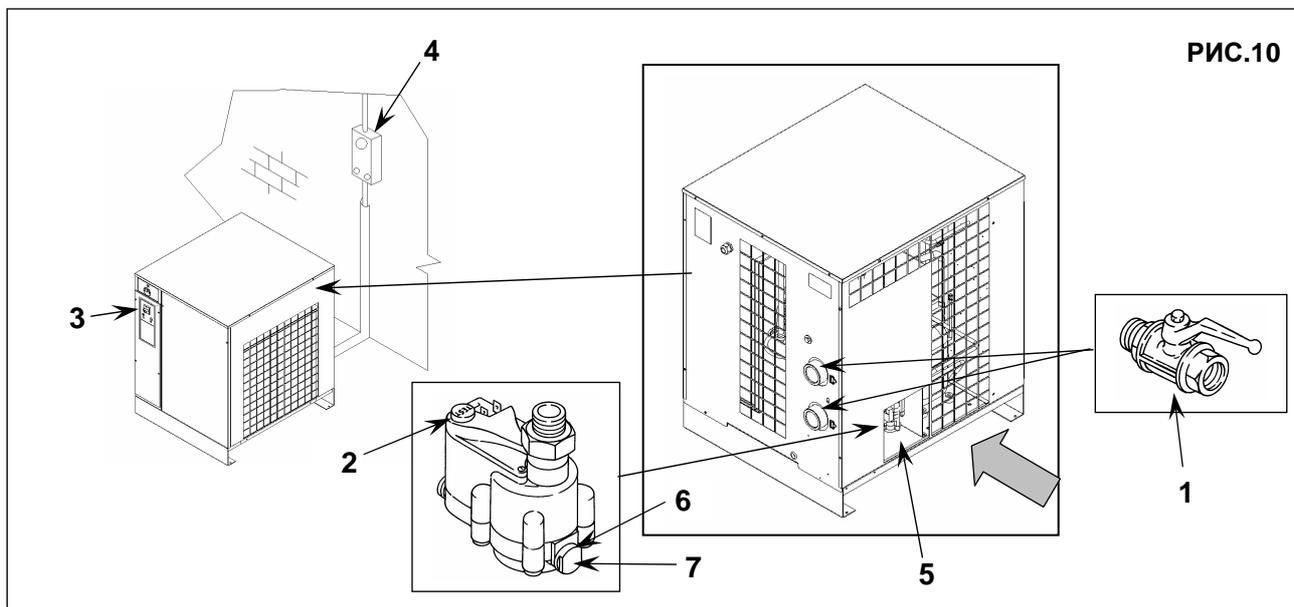

РИС.10
## 15.2 ОЧИСТКА ВЫПУСКНОГО ФИЛЬТРА АВТОМАТИЧЕСКОГО КОНДЕНСАТОРА (Рис. 10)
- Закройте кран 1 (рис. 10).
- Сбросьте давление в осушителе, нажав кнопку TEST дренажа конденсата, расположенную на водоотводчике 2 (рис. 10).
- Выключите машину кнопкой 3 (рис. 10).
- Включите автоматический дифференциальный выключатель подачи 4 (рис. 10).
**15.3 ОЧИСТКА КОНДЕНСАТОРА (Рис. 10)**
- Снимите панели 5 (рис. 10).
- Очистите ребра конденсатора 1 сжатым воздухом (рис. 10). **НЕ ПРИМЕНЯЙТЕ ВОДУ ИЛИ РАСТВОРИТЕЛИ.**
- Установите панели 5 (рис. 10).